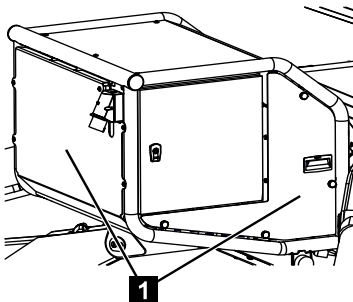

Fig. 204
4. Dévisser les capots (Fig.204/1).